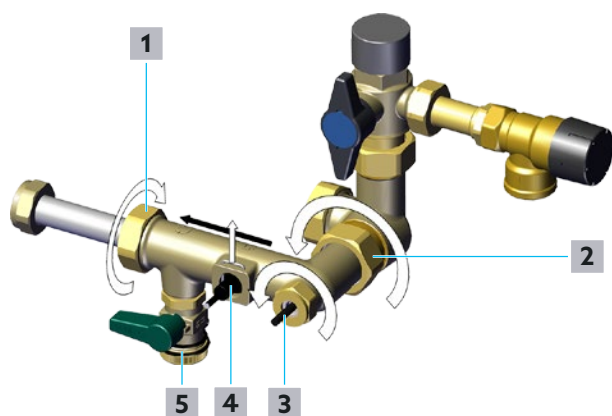

Fig. 32 - Pulizia del misuratore di portata a turbina
- 7** Rimuovere la clip del sensore della portata (**4** in Fig. 32 a pagina 50) e metterla da parte.
- 8** Allentare il dado a risvolto del sensore termico dell'acqua potabile fredda / circolazione (**3** in Fig. 32 a pagina 50).
- 9** Estrarre dalla valvola con cautela il sensore della portata in volume (**4** in Fig. 32 a pagina 50) e il sensore termico dell'acqua potabile fredda / circolazione (**3** in Fig. 32 a pagina 50).
- 11** Allentare il dado a risvolto della mandata dell'acqua potabile (**2** in Fig. 32 a pagina 50) con una chiave fissa SW 38.
- 12** Allentare il dado a risvolto sul lato termovettore (**1** in Fig. 32 a pagina 50) con una chiave fissa SW 37.
Convogliare l'acqua corrente in direzione opposta rispetto al flusso attraverso la valvola (dalla direzione di **1** in direzione di **2** in Fig. 32 a pagina 50). A tale scopo è particolarmente indicata una manichetta flessibile con ugello idoneo.
- 4 Installare il sensore della portata in volume del circuito dell'acqua potabile (posizione 4 in Fig. 32 a pagina 50) e il sensore termico dell'acqua potabile fredda / circolazione S3 (posizione 3 in Fig. 32 a pagina 50).